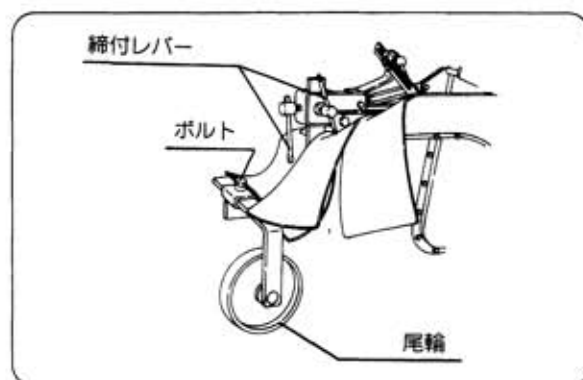

図33
- ❶ 締付レバー（2ヶ所）・ボルトをゆるめて尾輪の高さ・巾を調節します。（図33）